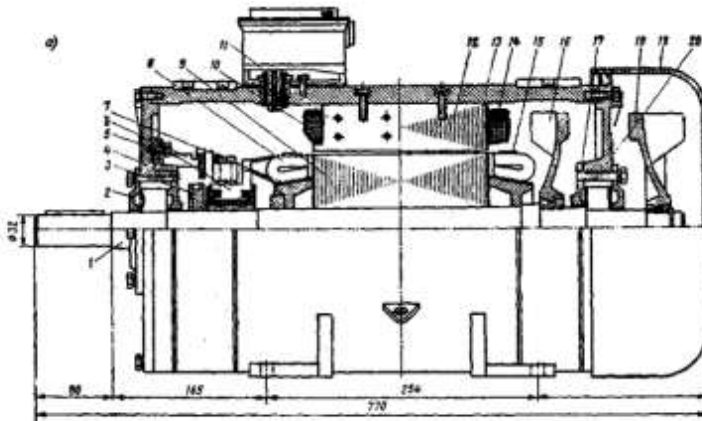

Рис. 4. Общий вид двигателя постоянного тока с высотой оси вращения  $h = 160$  мм.
13. Назовите элемент 15, изображённый на рис. 4.